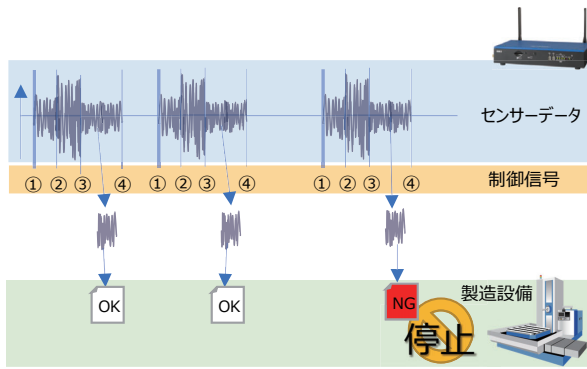

図6 製造設備連携時のフロー
例えば図6のように①～④の制御信号を製造設備から送信する場合、③と④の間を判別対象とする設定をすることで、ForeWave for AE2100では③と④の間の波形データに対して判別処理を実施することができる。